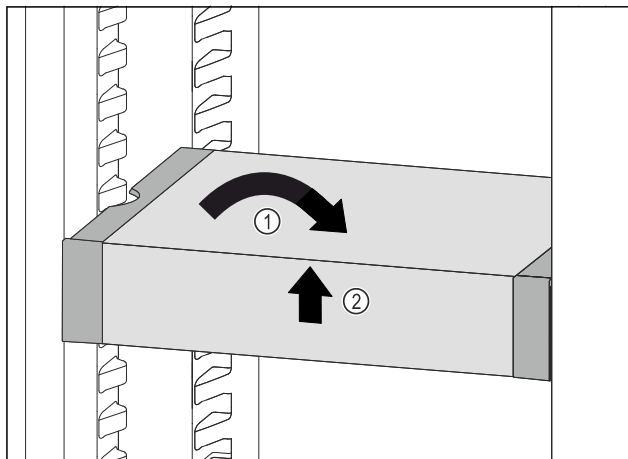

Fig. 57
- ▶ Predal VarioSafe postavite ravno. Fig. 57 (1)
- ▶ Predal VarioSafe dvignite spredaj. Fig. 57 (2)